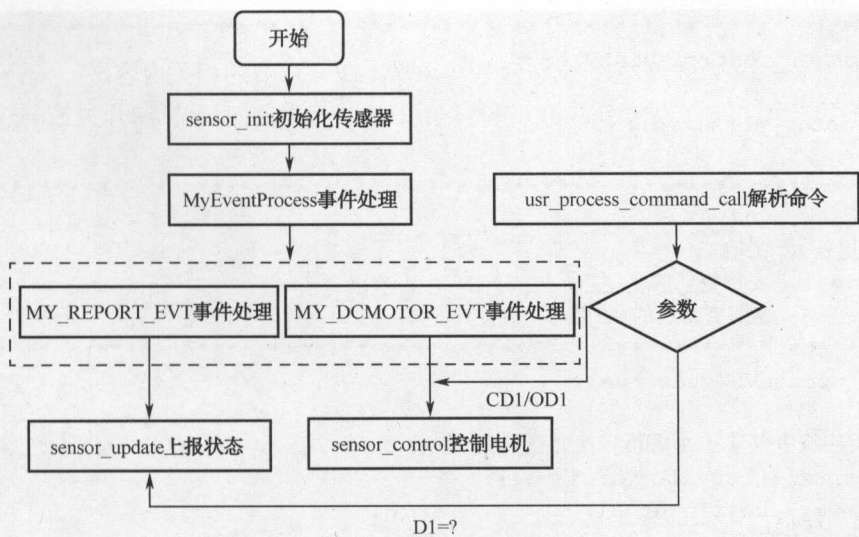

图 4.17 直流电机传感器程序逻辑
(2) 传感器驱动程序开发。土壤温湿度传感器的驱动程序开发参考远程温湿度计这一章节的相关内容, 直流电机传感器的驱动开发设计如图 4.17 所示。